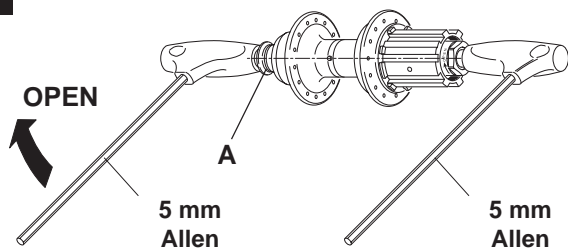
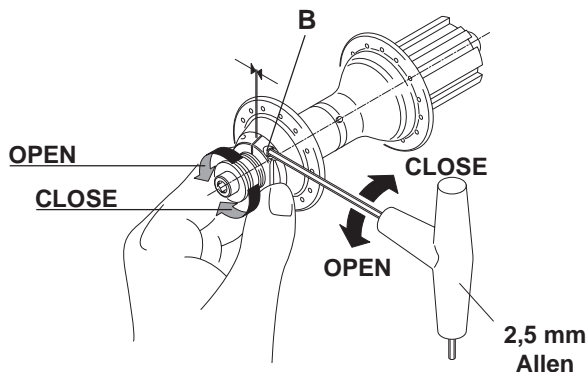

Fig. 6
Fig. 7
• Inserite bene (per almeno 10mm) la chiave a brugola da 5 mm nel dado (A) e svitatelo contrastando la rotazione del perno con l'altra chiave a brugola bene inserita nell'estremità opposta del perno (Fig. 6). Allentate di circa 3 giri la vite (B) con la chiave a brugola da 2.5mm inserita a fondo (**Record e Chorus**, Fig. 7) o per mezzo di un cacciavite a croce Phillips (per **Daytona**), svitate e rimuovete la ghiera (C). Premete il perno verso il corpo mozzo, così facendo il corpetto ruota libera esce dalla sua sede; estraete l'assieme perno-corpo RL e rimuovete l'anello (D), i coni (E), la guarnizione (F) (facendo attenzione a non rovinarla) e i cuscinetti a sfere (G). (Continua a pag. 21)
• Fit the 5 mm Allen wrench properly onto nut (A) (insert at least 10mm) and unscrew the nut, countering the rotation of the axle with the other Allen wrench fitted properly onto the opposite end of the axle (Fig. 6). Loosen screw (B) by about 3 turns with the 2.5 mm Allen wrench fully engaged (Fig. 7 for **Record and Chorus**) or with a Phillips type screwdriver (for **Daytona**), unscrew and remove the lock ring (C). Push the axle towards the hub body, making sure that the free-hub body comes out of its seat; pull out the axle / free-hub body unit and remove ring (D), cones (E), gasket (F) (take care not to damage it) and ball bearings (G). (Continued on Page 21)
• Den 5 mm Inbusschlüssel tief (mindestens 10 mm) in die Mutter (A) einführen und diese lockern. Dabei der Rotation der Achse mit einem zweiten Inbusschlüssel entgegengewirken, der auf der anderen Seite der Achse tief eingeführt wird (Abb. 6). Bei **Record und Chorus** mit dem tief eingeführten 2,5 mm Inbusschlüssel (Abb. 7) und bei **Daytona** mit dem Phillips Schraubenzieher die Schraube (B) mit 3 Umdrehungen lockern, die Einstellbuchse (C) losschrauben und abnehmen. Die Achse zum Nabenkörper hin drücken, so daß der Freilaufkörper aus seinem Sitz tritt; die Einheit Achse-Freilaufkörper herausziehen und den Ring (D), die Konuse (E), die Dichtung (F) (darauf achten, diese nicht zu beschädigen) sowie die Kugellager (G) abnehmen. (Fortsetzung auf S. 21)
• Insérez (au moins 10 mm.) la clé Allen de 5 mm. dans l'écrou (A) et dévissez-le en empêchant la rotation de l'axe avec l'autre clé Allen bien fixée à l'extrémité opposée de l'axe (Fig. 6). Déserrez d'environ 3 tours la vis (B) avec la clé Allen de 2,5 mm fixée à fond (Fig. 7) (pour **Record et Chorus**) ou avec un tournevis croix Phillips (pour **Daytona**), dévissez et enlevez la bague (C). Appuyez l'axe vers le corps du moyeu, en faisant cela, le corps de la roue-libre sort de son logement, ôtez l'ensemble axe-corps roue-libre et enlevez la bague (D), les cônes (E), le joint (F) (en faisant attention à ne pas l'endommager) et les roulements à billes (G). (suite à page 21)
• Introducir bien (por lo menos 10 mm) la llave allen de 5 mm en la tuerca (A) y aflojarla contrastando la rotación del eje con la otra llave allen bien introducida en la extremidad opuesta del eje (Fig. 6). Aflojar unos tres giros el tornillo (B) con la llave allen de 2.5 mm introducida hasta el fondo (para **Record y Chorus**) (Fig. 6) o con el destornillador a cruz (para **Daytona**) y desenroscar la virola (C). Presionar el eje hacia el cuerpo del buje, de manera que el cuerpo rueda libre salga de su sede; extraer el conjunto eje-cuerpo rueda libre y quitar el anillo (D), los conos (E), la junta (F) (prestando atención a no dañarla) y los cojinetes de bolas (G). (Sigue en pag. 21)
• Plaats de 5 mm imbusleutel goed in moer A (minstens 10 mm) en draai de moer los terwijl u de as vasthoudt met de andere imbusleutel aan het andere eind van de as (Fig. 6). - Draai schroef B drie slagen los met de 2.5 mm imbusleutel (Fig. 7 voor **Record en Chorus**) of een kruisschroevendraaier (voor **Daytona**), draai de borgmoer (C) los en verwijder hem. Druk de as door de naafbody, waarbij de cassettebody vrij dient te komen; trek de as / cassettebody van zijn plaats en verwijder ring (D), conus (E), lager (F) (let op dat ze niet beschadigen) en kogellagers (G). (Vervolg op pagina 21)